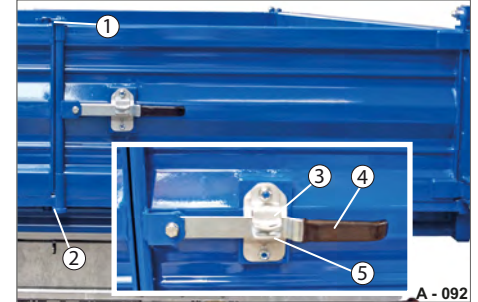

Abb. 76 Drehflügel gesichert
- ▶ Drücken Sie den Verriegelungs-Hebel (Abb. 76/4) zu der Heck-Bordwand. Die Verriegelungs-Haken (Abb. 76/1 & Abb. 76/2) greifen an die Verriegelungs-Zapfen des linken Drehflügel ein.
- ▶ Drücken Sie den Verriegelungs-Hebel (Abb. 76/4) in das Halteblech (Abb. 76/5) ein.
- ▶ Schwenken Sie das Sicherungsblech (Abb. 76/3) über den Verriegelungs-Hebel.